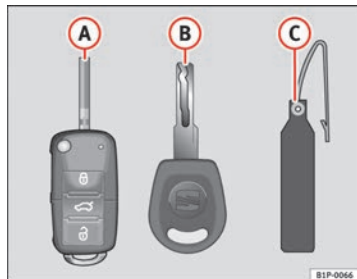

Fig. 60 Juego de llaves
- una llave con mando a distancia ⇒ **fig. 60 A** con espadín desplegable,